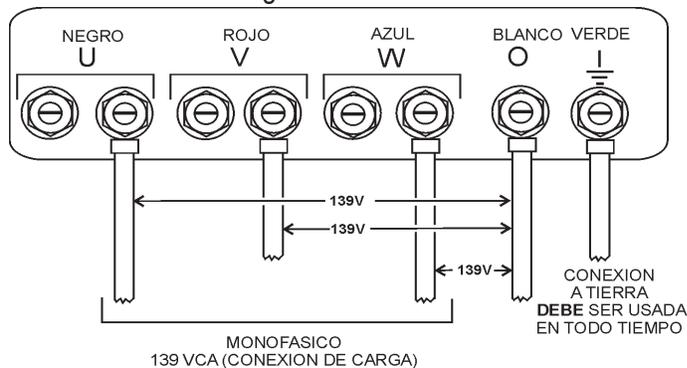

Figura 25. UVWO Terminales de salida Conexión 1Ø-139V
2. Conectar el cable de carga a las terminales U V W O como muestra la Figura 25.